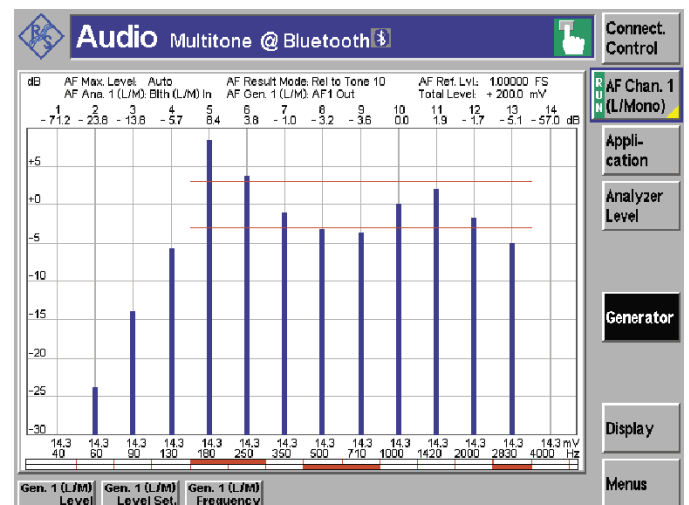

Fig. 4 Mesure de réponse en fréquence sur un microphone intégré.
Le R&S®CBT mesure très rapidement la réponse en fréquence à l'aide d'un signal multifréquences (fig. 4). Les fréquences et tolérances utilisées peuvent être définies librement. En mode tonalité unique, le Tester Bluetooth® vérifie non seulement les niveaux crêtes et RMS mais également les différentes valeurs de distorsion. Il représente toutes les valeurs de niveau absolues par rapport à la valeur maximale du signal numérique au moyen de l'unité *Full Scale* (FS).